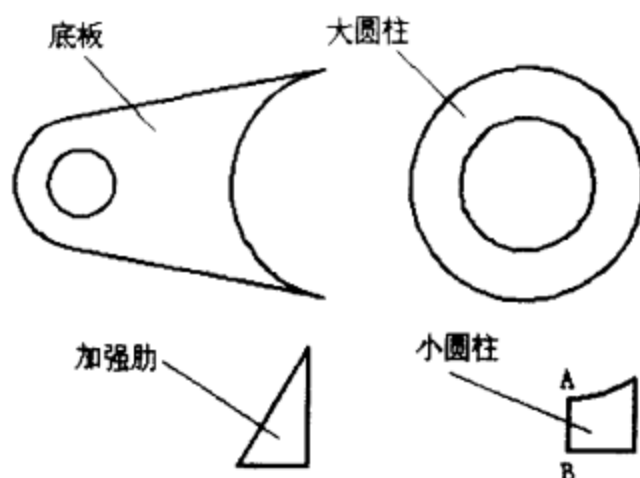

图 11-35 基本几何体
(1) 在二维环境下, 将组合体分解为基本几何体, 并分别绘制如图 11-35 所示轮廓草图。
选择小圆柱为旋转对象，如图 11-35 所示。
捕捉 A 点为旋转轴的起点，如图 11-35 所示。
捕捉 B 点为旋转轴的端点，如图 11-35 所示。